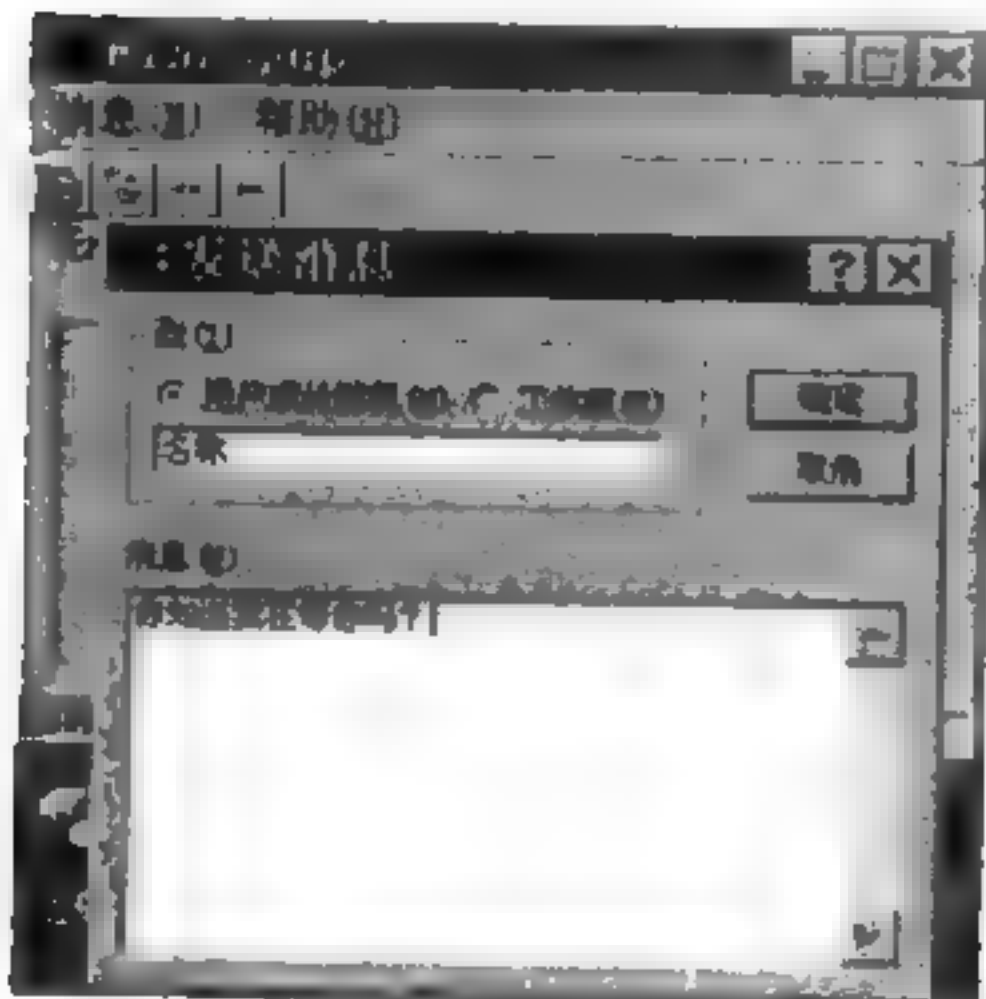

图5
1. 使用 WINPOPUP 网上交流 在 Windows 95 的目录下有个很有用的文件——WINPOPUP.EXE，运行这个程序就会出现图5的窗口，这个程序可用于局域网中的即时交流，可以对一个用户或者一个工作组发送信息，当然接收端也必须运行这个程序。只要程序不被关闭，当你正在其它窗口工作时收到信息，它就会自动弹出来提醒你。